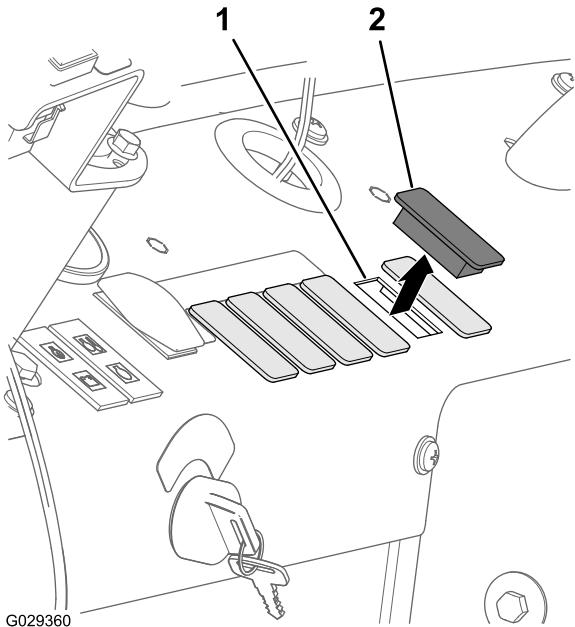
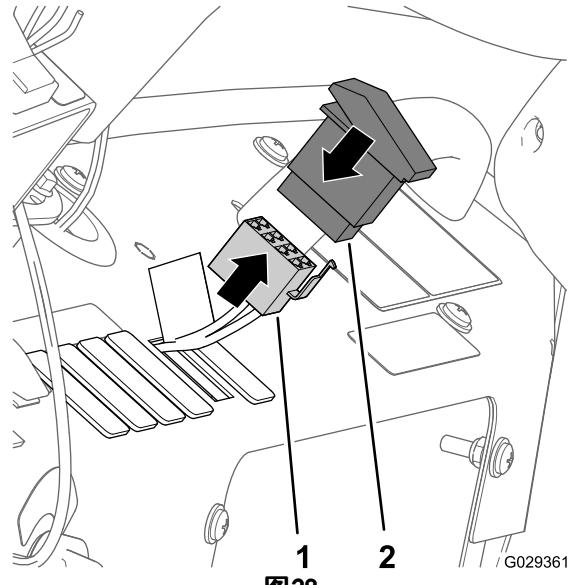

图27
图28
1. 拆下机器仪表板右边的第 5 个插头（图27）。
2. 将 8 插槽接头穿过仪表板上的开口，将接头（图 28）连接至 2 位摇臂开关（压缩机打开/关闭开关）背面的插脚上。
3. 将开关安装到仪表板上，并按下开关，直到其牢固卡入开口（图27 和 图28）。